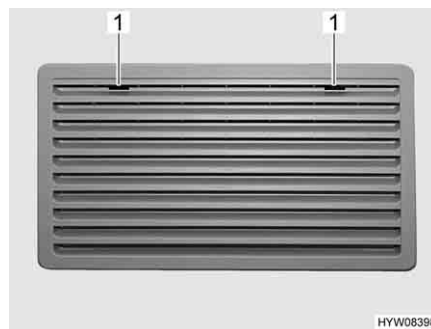
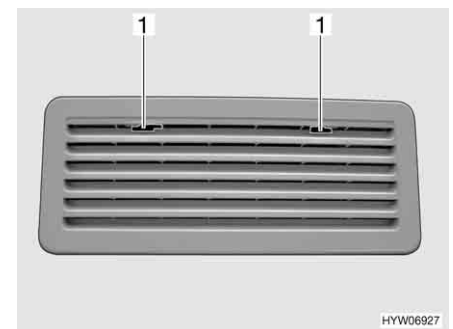

Fig. 218 Grille d'aération du réfrigérateur (Thetford, grande)
Fig. 219 Grille d'aération du réfrigérateur (Thetford petit)
- Pousser le dispositif de blocage (Fig. 218,1 ou Fig. 219,1) vers le milieu.